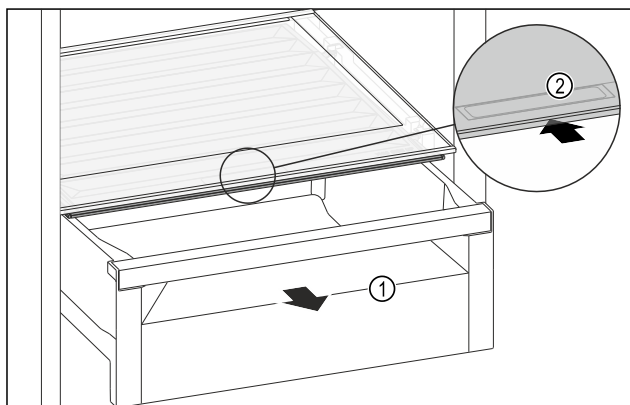

Fig. 124
- Retirer le tiroir Fig. 124 (1).
- Saisir la poignée encastree Fig. 124 (2) du couvercle du compartiment et pousser le couvercle du compartiment vers l'arrière.